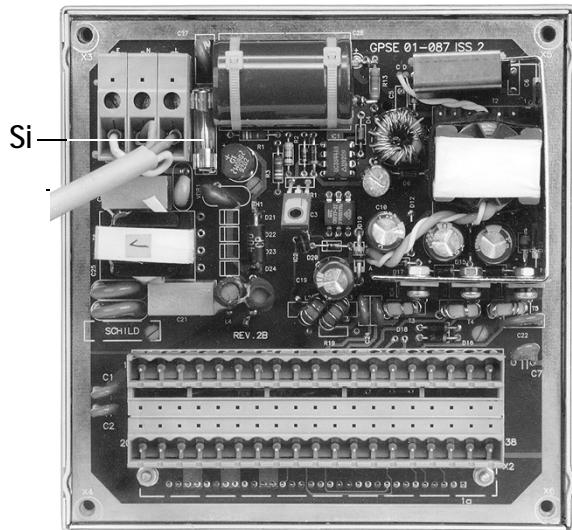

Bild 20 Sicherung Si ersetzen
3. Sicherung Si ersetzen (siehe Bild 20).